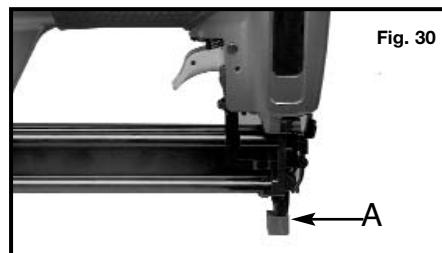

Fig. 30
Se provee un protector de goma para la boca (A) Fig. 30 para reducir daños a la superficie de trabajo. El protector de goma se puede retirar y guardar dentro del cargador (B) Fig. 31 cuando no se lo necesita.